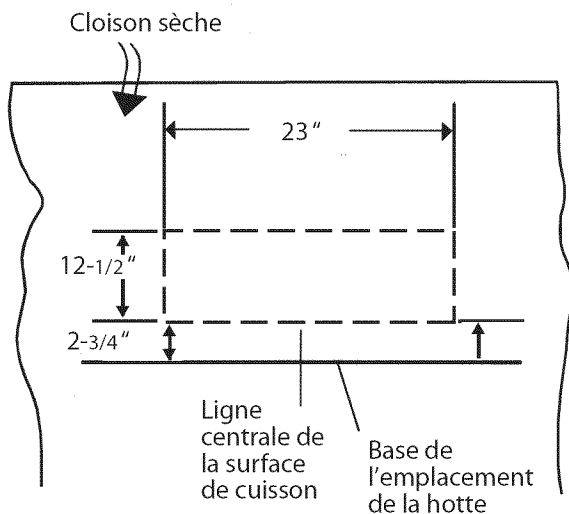

Figure 6 : Dimensions de l'entaille
11. Orientation du débouché : Une entaille dans le mur, comme illustré sur la Figure 6, est nécessaire pour l'installation du raccord lorsque le débouché horizontal est utilisé. L'emplacement de l'entaille est déterminé en fonction de la hauteur d'installation de la hotte.
3. Pour le débouché horizontal, consultez la Figure 6 pour voir la forme de l'entaille requise pour le raccord.